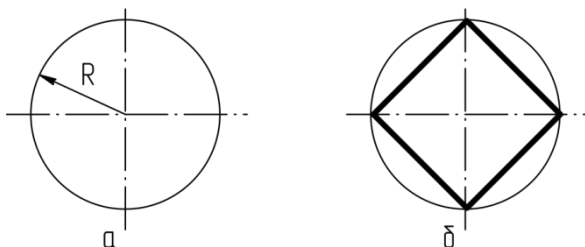

Рис. 11
5.2. Поділ кола на 4 частини (рис. 11 а, б).